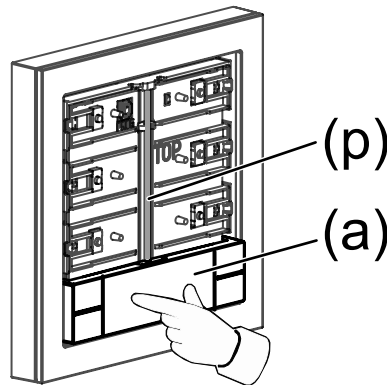

Bild 8: Bedienwippe mittig andrücken
- Bedienwippe (a) auf Achse (p) einrasten, dazu mittig auf die Bedienwippe (a) (Beschriftungsfeld) drücken (siehe Bild 8).
Bedienwippe (a) rastet auf Achse (p) ein (siehe Bild 8).